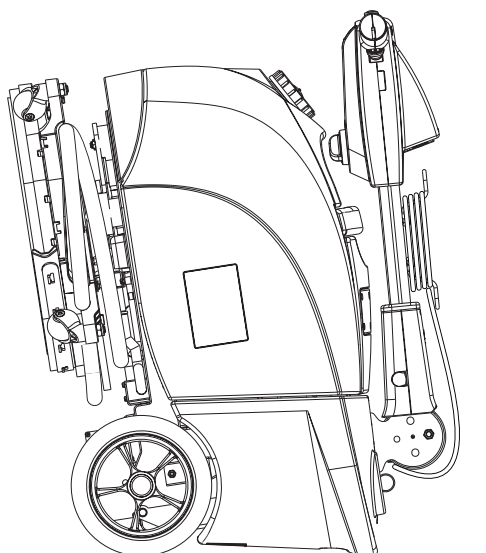

Figura 3
2. Abrir la tapa (4) y desconectar el conector de la batería (7).
4. Para proteger el cepillo y los cauchos de la boquilla girar el manillar (1) adelante y aparcas la máquina como indicado en la figura 3.